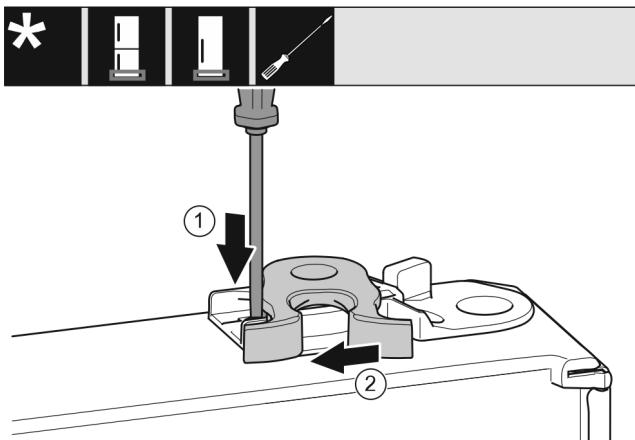

Fig. 18
- Πιέστε το αυτάκι Fig. 18 (1) με ίσιο κατσαβίδι προς τα κάτω.
- Τραβήξτε το άγκιστρο κλεισίματος Fig. 18 (2) από τον οδηγό.
- Ρυθήστε το άγκιστρο κλεισίματος Fig. 18 (3) στην άλλη πλευρά στον οδηγό.